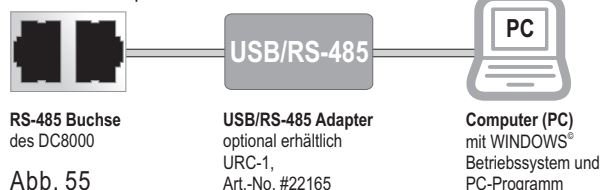

Abb. 55
Zum Anschluss eines Computers (PC) an den DC8000 wird ein Standard-RS485 Kabel (mit RJ-45 Steckern an beiden Enden) sowie ein USB/RS-485 Adapter benötigt. Diese Kabel und Adapter sind bei Ihrem NOVA Fachhändler optional erhältlich (siehe Abb. 55).